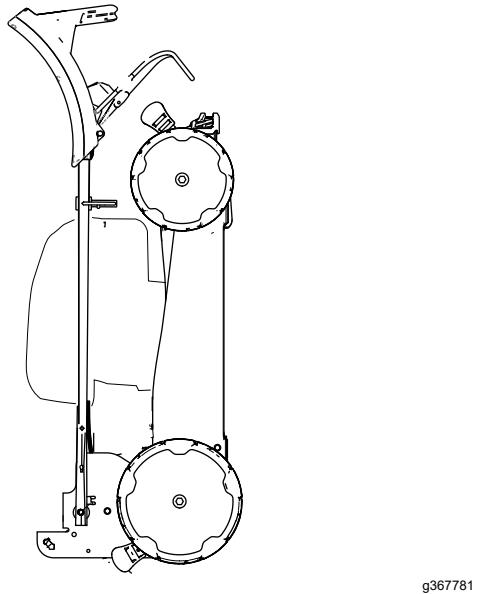

Figura 20
6. Sollevate la parte frontale della macchina utilizzando la stegola e spostatela in uno spazio per il rimessaggio (Figura 20).